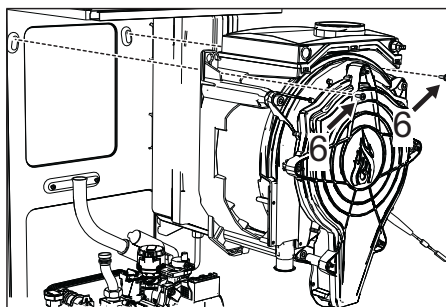

fig. 51
- Togliere le 2 viti **superiori "6"** di fissaggio scambiatore al telaio (fig. 51)